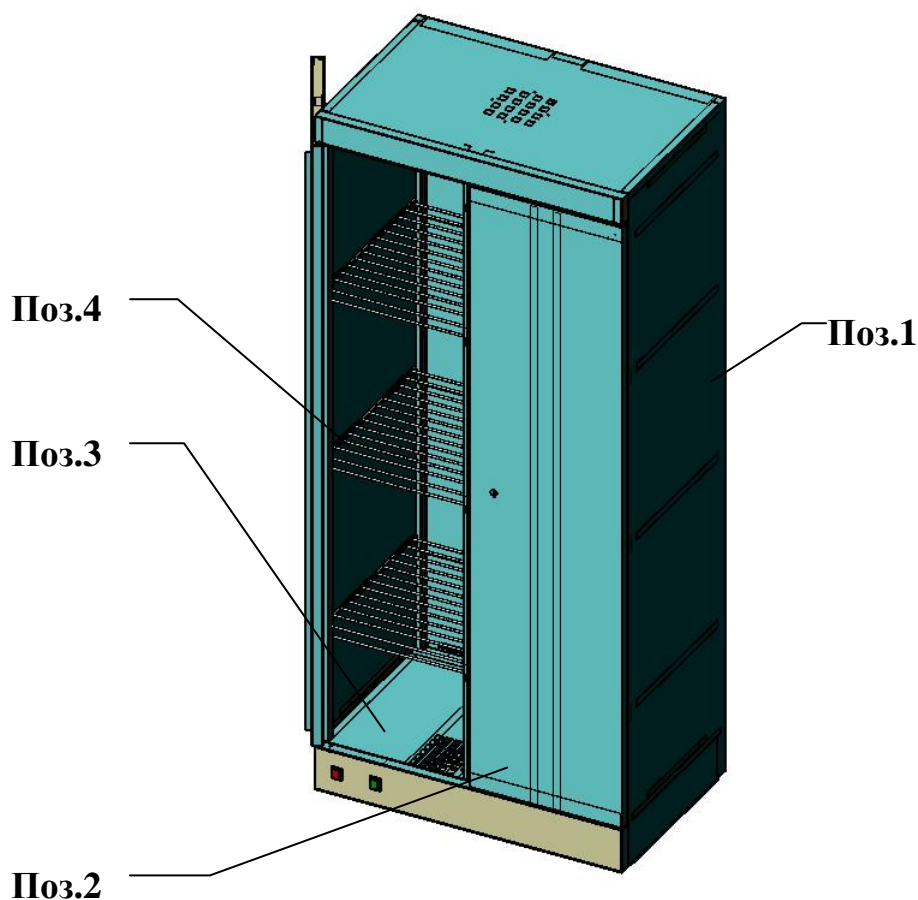

Рис. 1 Шкаф сушильный ШСО 2000
- 3.1. Шкаф сушильный (рис.1) состоит из металлического корпуса (поз.1), разделенного по высоте на две секции с двумя дверьми (поз.2), каждая из которых запирается на индивидуальный замок.